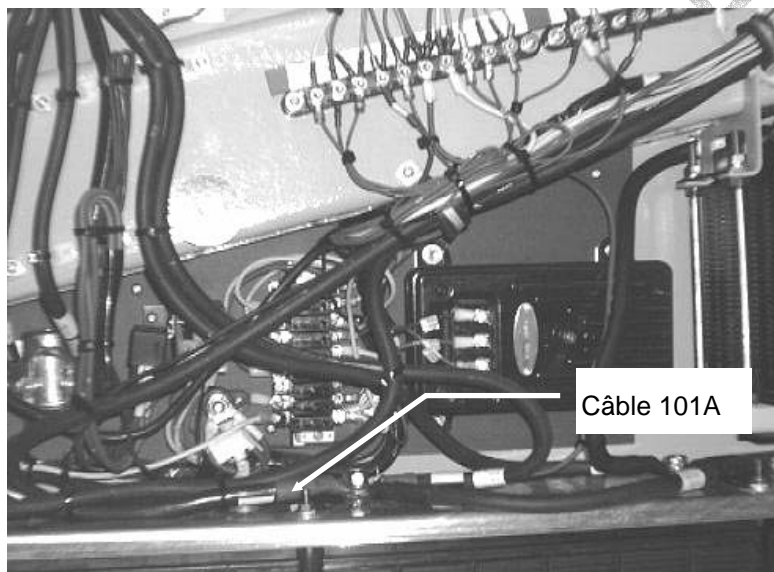

FIGURE 3
3. Débrancher le câble no. 101A de la batterie (Fig. 3).
20. Dans le compartiment batteries, brancher le câble no. 101A à la batterie (Fig. 3) et serrer l'écrou à un couple de 13-20 N•m (10-15 lbf•pi).